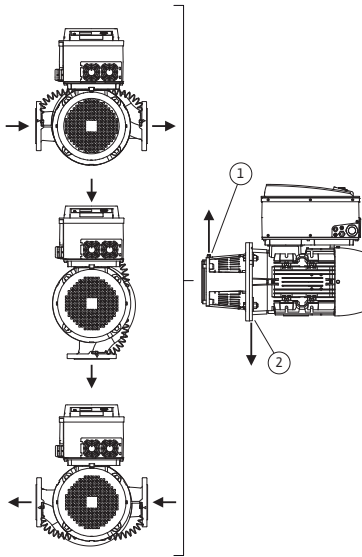
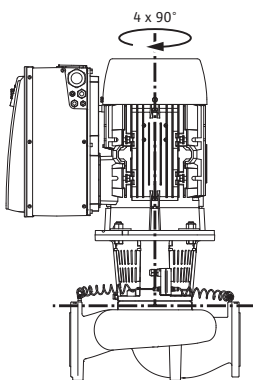

Fig. 18: Zulässige Einbaulagen mit horizontaler Motorwelle
Fig. 19: Zulässige Einbaulagen mit vertikaler Motorwelle
Die zulässigen Einbaulagen mit horizontaler Motorwelle und Elektronikmodul nach oben (0°) sind in Fig. 18 dargestellt. Nicht abgebildet sind die zulässigen Einbaulagen mit seitlich montiertem Elektronikmodul (+/- 90°). Jede Einbaulage außer „Elektronikmodul nach unten“ (- 180°) ist zulässig. Die Entlüftung der Pumpe ist nur gewährleistet, wenn das Entlüftungsventil nach oben zeigt (Fig. 18, Pos. 1). Nur in dieser Position (0°) kann anfallendes Kondensat gezielt über vorhandene Bohrungen, Pumpenlaterne sowie Motor (Fig. 18, Pos. 2) abgeführt werden. Dafür den Stopfen am Motorflansch entfernen.
Die zulässigen Einbaulagen mit vertikaler Motorwelle sind in Fig. 19 dargestellt. Jede Einbaulage außer „Motor nach unten“ ist zulässig.
- Das Entlüftungsventil an der Laterne (Fig. 6, Pos. 1.31) muss bei horizontaler Motorwelle immer nach oben zeigen (Fig. 6a:). Bei vertikaler Motorwelle ist jede Orientierung zulässig. Siehe hierzu auch Fig. 18: „Zulässige Einbaulagen mit horizontaler Motorwelle“ auf Seite 18 bzw. Fig. 19: „Zulässige Einbaulagen mit vertikaler Motorwelle“ auf Seite 18.